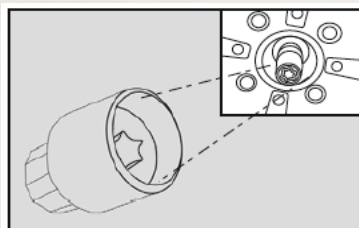

fig. 16
- Algunas versiones disponen de un dispositivo antirrobo para la rueda de refacción. Saque de la bolsa portaherramientas la llave de seguridad específica fig. 16, que desbloquea el mecanismo antirrobo.
Para sacar la rueda de refacción, coloque la llave de seguridad fig. 16 en el mecanismo antirrobo y la otra parte en la llave de rueda en dotación con el vehículo, para posteriormente girar todo el conjunto a la izquierda.